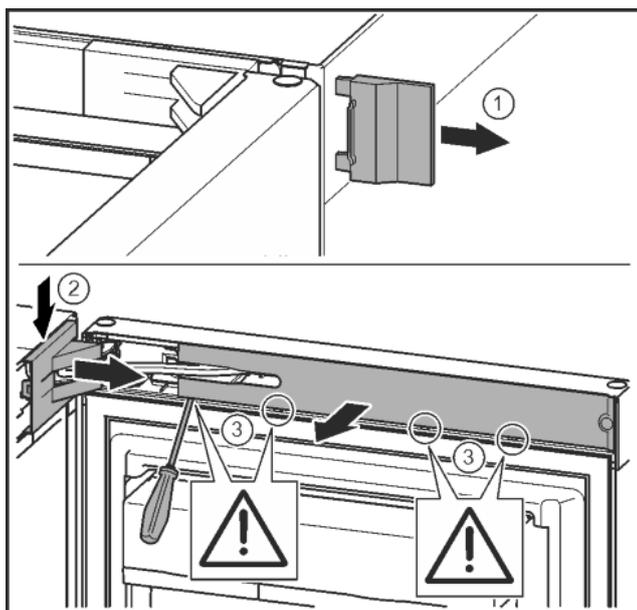

Fig. 12
- ▶ Skinite vanjski pokrov. Fig. 12 (1)
- ▶ Otkopčajte i otpustite pokrov podloška ležaja. Skinite pokrov podloška ležaja. Fig. 12 (2)
- ▶ Odvijačem s prorezom otkopčajte masku i zakrenite je u stranu. Fig. 12 (3)